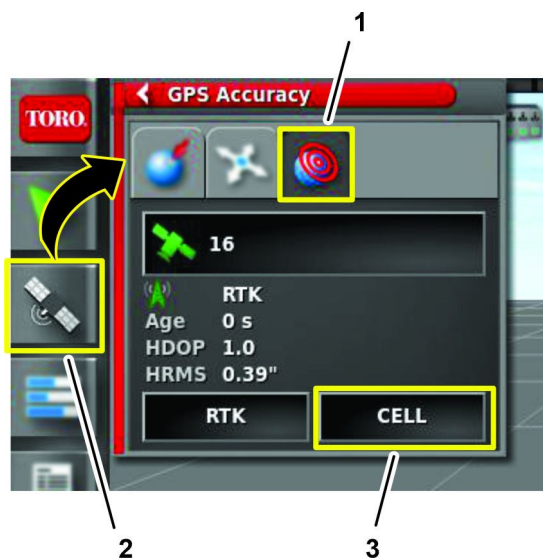

Figura 244
- Na consola do GeoLink, pressione o ícone INFORMAÇÕES DO GPS (Figura 244).